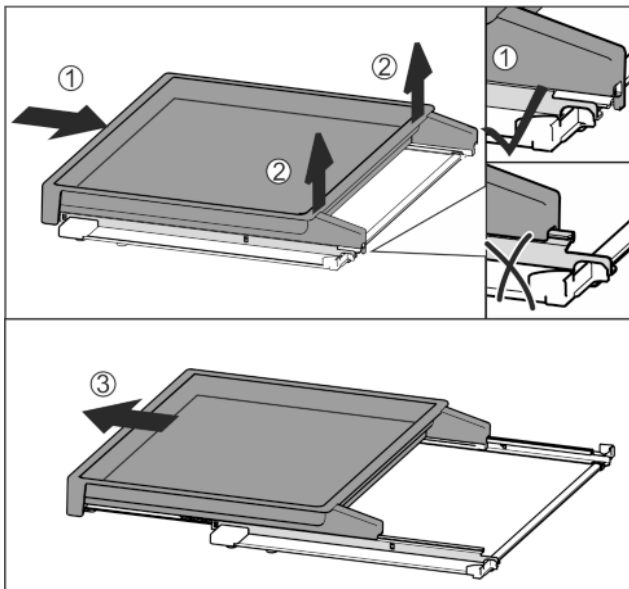

Fig. 38
- ▶ Auszugsbord vollständig einschieben Fig. 38 (1).
- ▶ Verrastung an hinterer Seite lösen Fig. 38 (2).
- ▶ Auszugsbord nach vorne herausnehmen Fig. 38 (3).